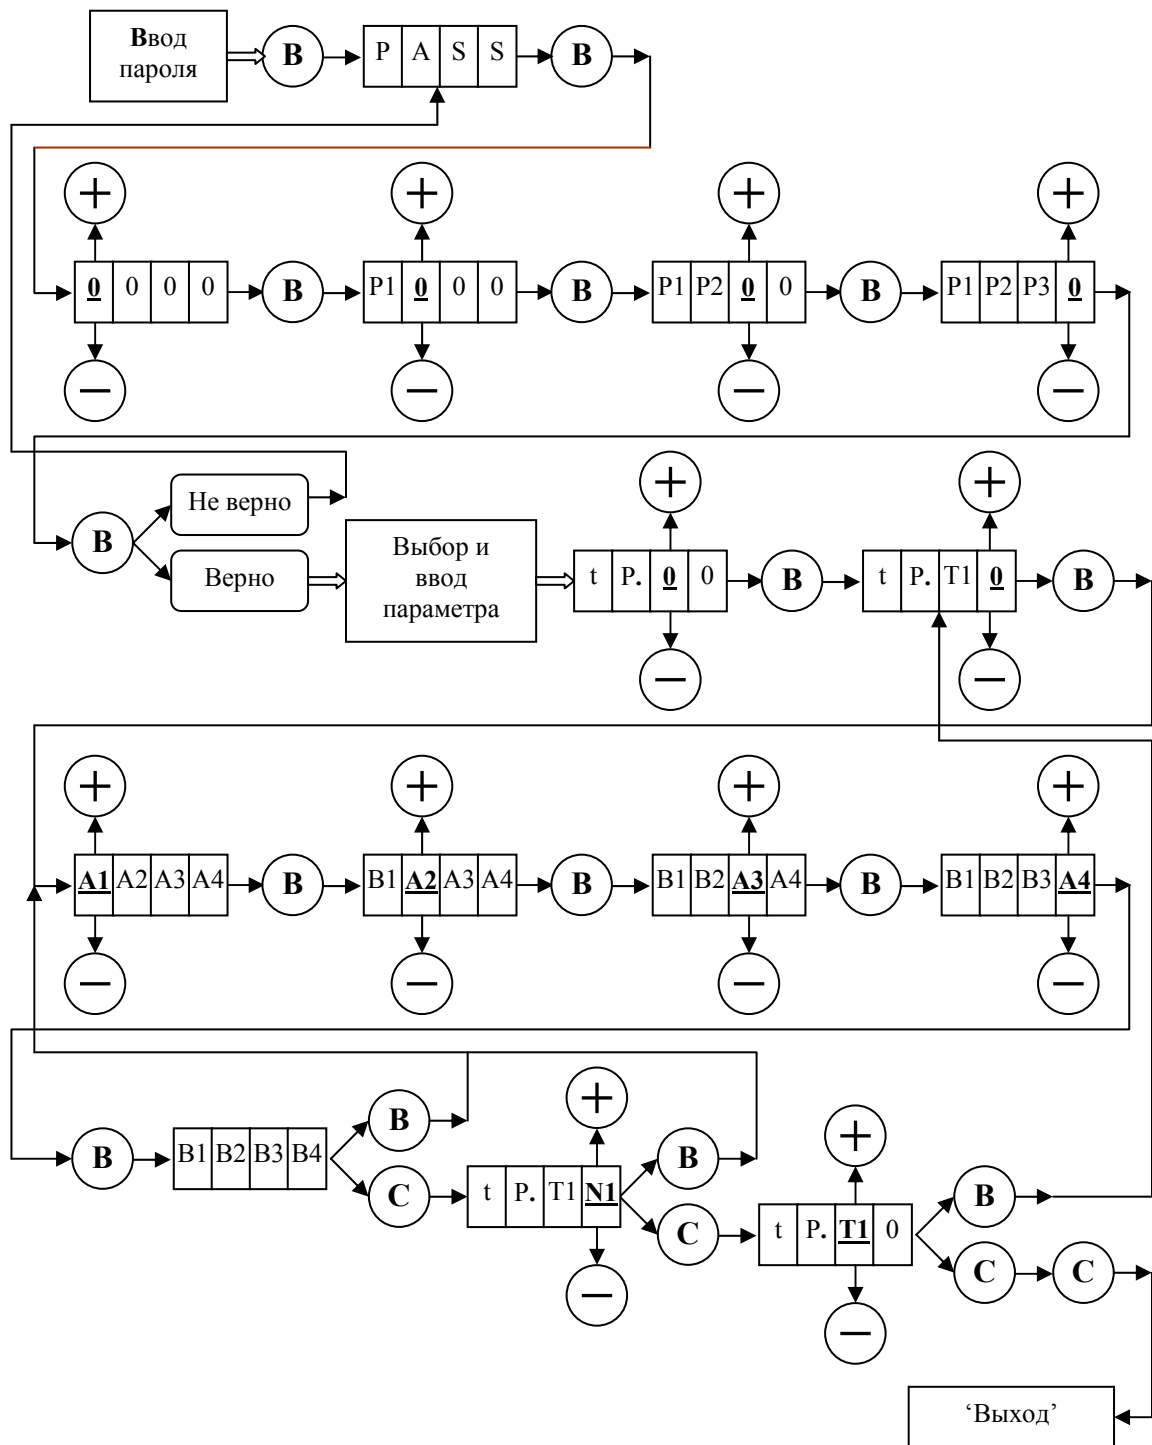

Рис. 3. Ввод параметров ЭД и УСНА с помощью клавиатуры.
ввода параметров *Устройства* аналогична диаграмме ввода параметров ЭД и изображена на **рис.3**.
3.5.8.3. На **рис. 3** изображена диаграмма ввода параметров с помощью клавиатуры, где кружки с соответствующими надписями обозначают кнопки клавиатуры, причем буква **В** обозначает **ВВОД**, а буква **С** – **СБРОС**.